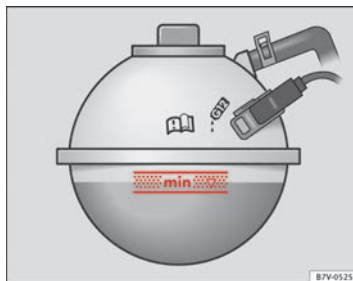

Abb. 173 Im Motorraum: Markierung an dem Motorkühlmittelausgleichsbehälter.
- Motorkühlmittelstand bei kaltem Motor an der seitlichen Markierung des Ausgleichsbehälters prüfen ⇒ **Abb. 173**.
- Motorkühlmittelstand muss sich innerhalb der Markierungen des Ausgleichsbehälters befinden ⇒ **Abb. 173**. **Nicht über die Oberkante des markierten Bereichs auffüllen** ⇒ .
- Motorkühlmittel nur bis zur Oberkante des markierten Bereichs auffüllen ⇒ Abb. 173. Überschüssiges Motorkühlmittel wird sonst bei Erwärmung aus dem Motorkühlsystem gedrückt und kann zu Beschädigungen führen.